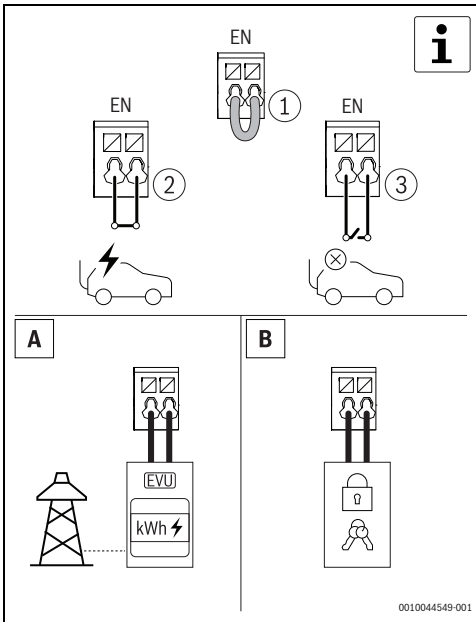

Fig. 215 Entrée numérique en option
- ▶ Déverrouiller le Power Charge 7000i à l'aide de la carte RFID, de l'application ou du dispositif de blocage externe. Cette étape est facultative (→ Fig. 215 et 6.1.5, page 218).